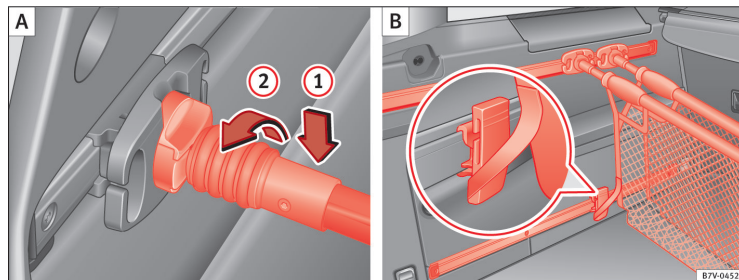

Fig. 97 Sådan hægtes hængenet (A) på og anvendes som pose (B).
Sæt stangen ind i hængeneholderen oppefra ⇒ Fig. 97 ①, og drej den 90° mod venstre ②. Den røde markering på stangen må ikke kunne ses ⇒ ⚠.